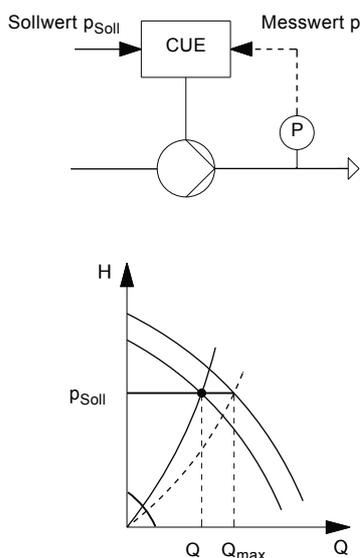

Abb. 23 Konstantdruckregelung
Der PID-Regler vergleicht den erforderlichen Sollwert ( $p_{Soll}$ ) mit dem vom Sensor (P) gemessenen Ist-Wert (p). Siehe Abb. 23.